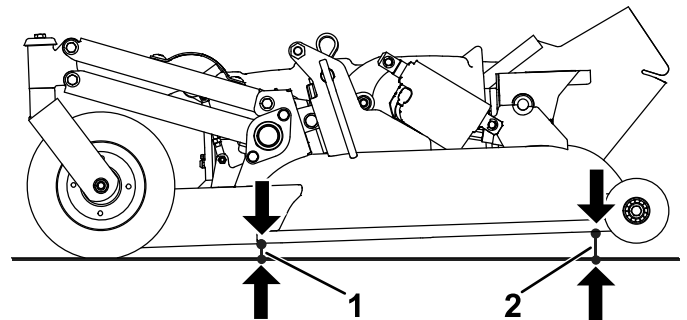

Figure 99
3. Mesurez la distance entre le sol et l'extrémité avant de l'unité de coupe (Figure 99).
4. Mesurez la distance entre le sol et l'extrémité arrière de l'unité de coupe (Figure 99).